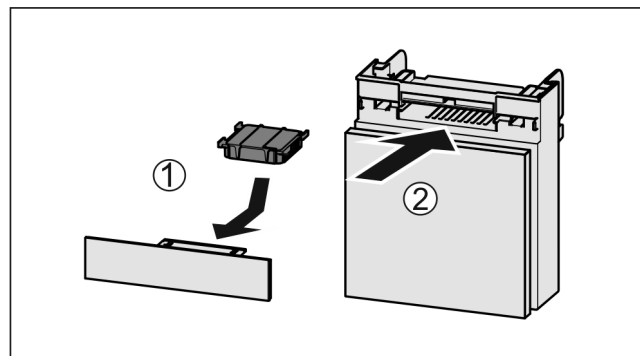

Fig. 36
- Actiefkoolfilter overeenkomstig afbeelding aanbrengen Fig. 36 (1).
- Lade erin schuiven Fig. 36 (2).